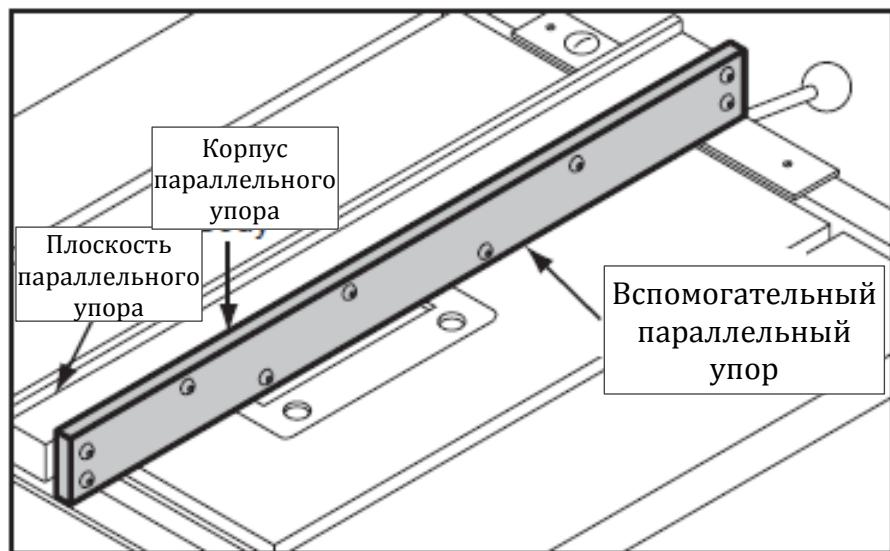

Рис. 56. Вспомогательный упор
4. Использовать крепёж, которым крепилась ранее плоскость параллельного упора, для закрепления вспомогательного параллельного упора. Конечный результат должен быть аналогичен представленному на рис. 56.